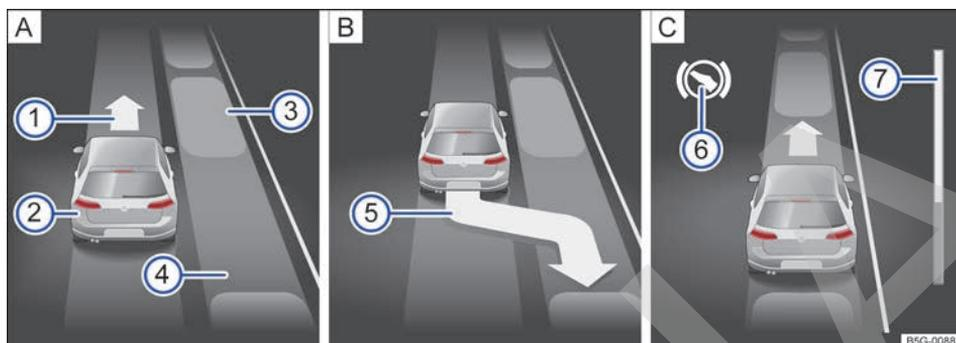
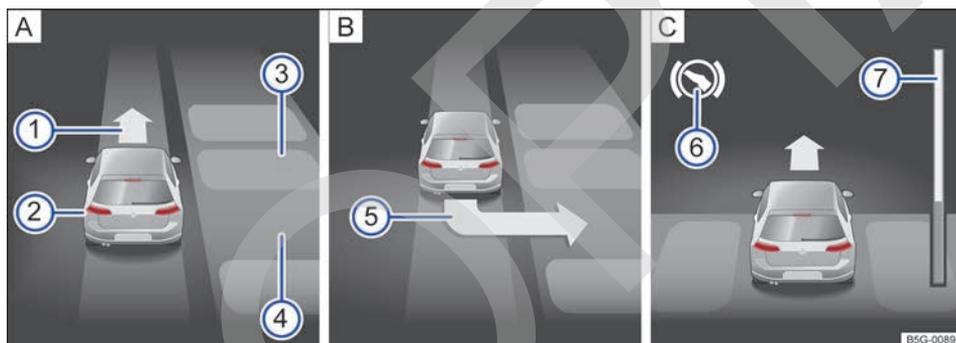

Fig. 133 En la pantalla del cuadro de instrumentos: aparcar en línea. **A** Buscar un hueco de aparcamiento. **B** Posición para aparcar. **C** Maniobrar.
Fig. 134 En la pantalla del cuadro de instrumentos: aparcar en batería. **A** Buscar un hueco de aparcamiento. **B** Posición para aparcar. **C** Maniobrar.
Leyenda de la **fig. 133** y **fig. 134**:
→ **fig. 133** ⑦ y → **fig. 134** ⑦ muestra simbólicamente en la pantalla del cuadro de instrumentos